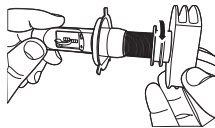

Рис. 3
- Открутите теплоотвод от лампы головного освещения LED4, как показано на рис. 3.